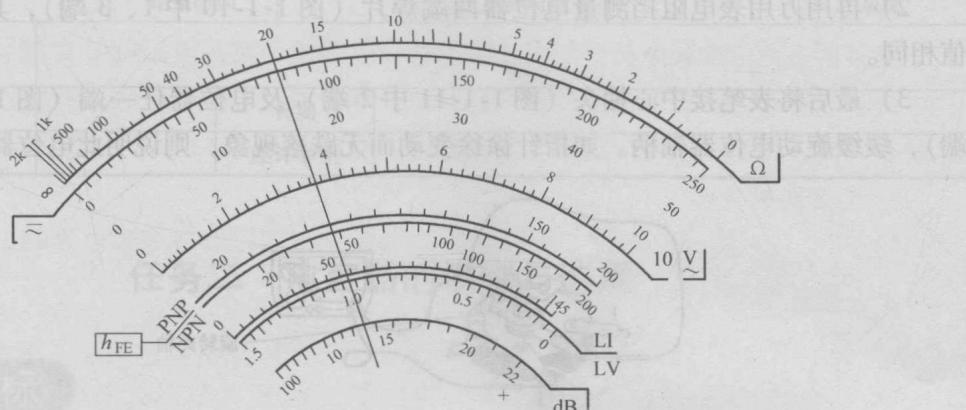

图 1-1-8 电阻挡读数示例
(4) 读数 指针落在如图 1-1-8 所示的位置时, 若挡位选在 $R \times 1$ 挡, 其读数应为 $20 \times 1\Omega = 20\Omega$; 若挡位选在 $R \times 10$ 挡, 其读数应为 $20 \times 10\Omega = 200\Omega$; 同理, 若挡位分别选在 $R \times 100$ 、 $R \times 1k$ 、 $R \times 10k$, 其指示读数仍为 20, 但倍率数分别为 100、1000、10000, 最终读数分别为 $2k\Omega$ 、 $20k\Omega$ 和 $200k\Omega$ 。